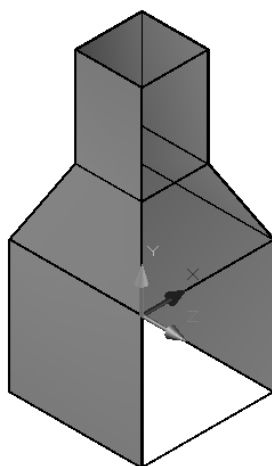

Рис. 11.2. Разомкнутая многоугольная сеть из 16 вершин
4. Введите координаты вершин сети, привязываясь к узлам каркасной модели в порядке их нумерации. После задания последней — 16 вершины, будет построена разомкнутая сеть, выведенная на рис. 11.2 концептуальным стилем отображения.